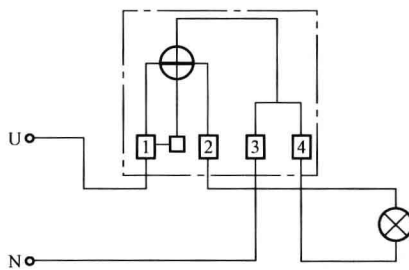

图 1-21 单相电能表的接线
(1) 对于单相负载选择单相电能表，对于动力和照明混合供电的三相四线制线路选择三相四线电能表，对于三相三线制线路选择三相三线电能表。
(2) 电能表的额定电压应等于负载电压，额定电流应大于或者等于被测量电路正常情况下可能出现的最大电流，注意负载的最小电流不要低于额定电流的 10%。
(3) 单相电能表的接线如图 1-21 所示，1、3 为电源进线，2、4 为电源出线（根据电能表说明书接，也有的电能表 1、2 为电源进线，3、4 为电源出线）。